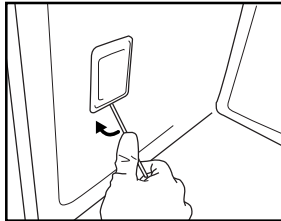

Fig.7
3. Vipp løs lampedekslet med en flat skrutrekker (Fig. 7).